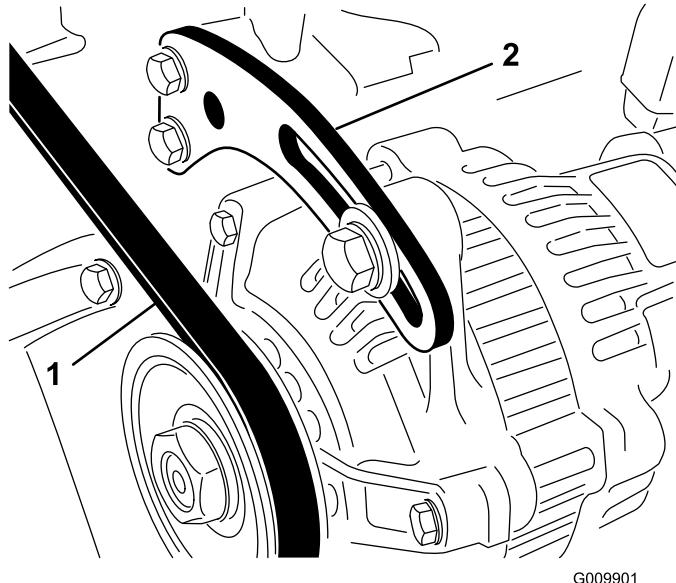

Figure 56
1. Desserrez les boulons de fixation de l'alternateur (Figure 56).